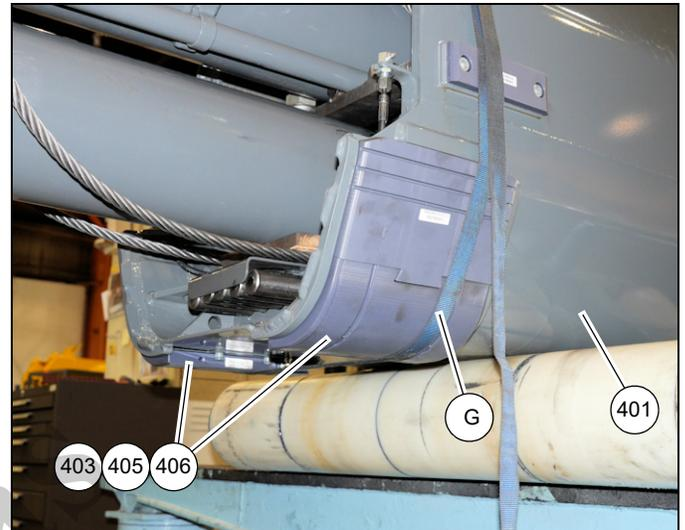

FIGURA 4-86
35. Instale os calços (403) e as placas de desgaste (405, 406) na parte inferior (conforme orientada) do telescópio 3 (401). Alinhe os furos nos calços com os pinos no telescópio 3. Fixe as conexões (410) no furo dianteiro de cada placa de desgaste (405). Fixe as placas de desgaste ao telescópio 3 (401) usando uma cinta de catraca (G) (consulte a Figura 4-86 e a Figura 4-87).